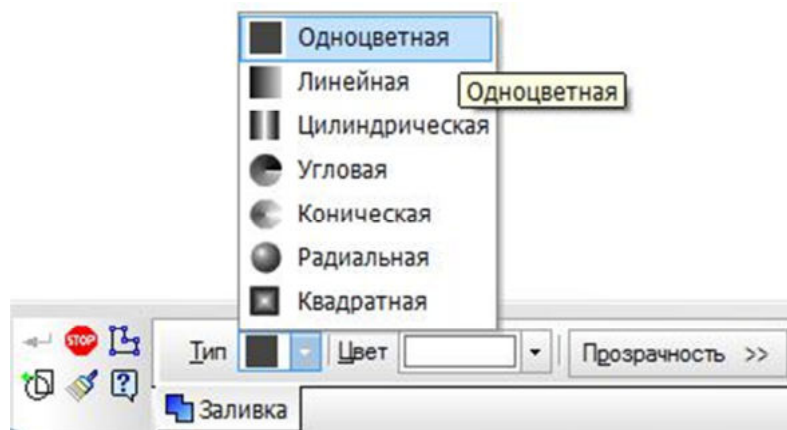

Рис. 14
- на панели **Свойств** щелкните ЛКМ на поле **Тип**. На экране будет выведен диалог выбора типа. Выберите щелчком ЛКМ **Одноцветная** (рис. 14);